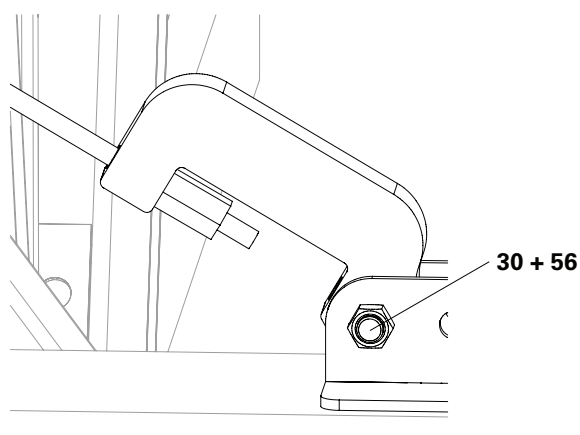

Fig. C7.04a
4. Fissare ogni 1x unità di serraggio con il tenditore articolato RCS (**79**) al connettore di carico H (**40**) con viti ISO 4014 M20 x 90 (**30**) e dadi ISO 4032 M20 (**56**). (Fig. C7.04a)